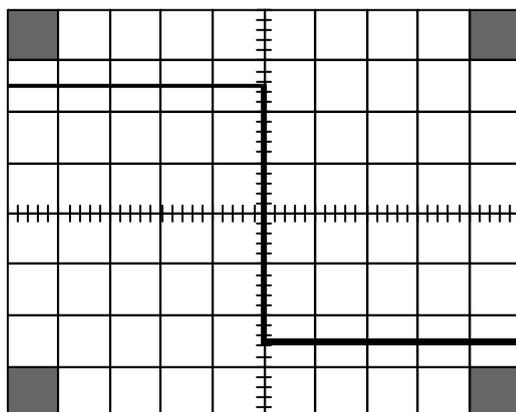

Abbildung 8-1
Verbinden Sie einen Tastkopf (1/1) mit dem Meßeingang (14) und klemmen Sie die Tastkopfspitze an den Kalibratorausgang (4). Bringen Sie Eingangskopplungs-Schalter (13) in Stellung „AC“. Am Schirm sollte ein Bild wie in **Abbildung 8-1** gezeigt, erscheinen.